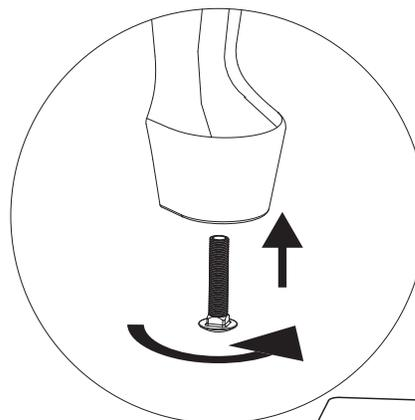

Figure 23.3
- Utilisez les boulons de mise à niveau des pieds pour stabiliser et mettre le poêle à niveau (**Figure 23.3**).